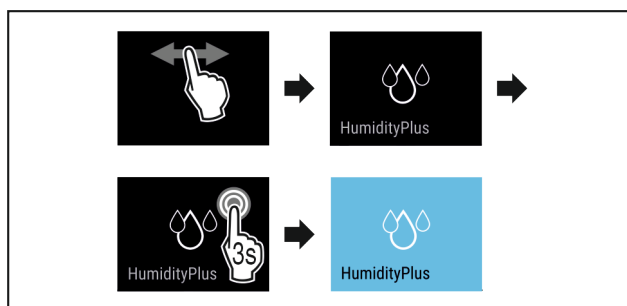

Fig. 7
- ▶ Eseguire i passaggi (vedere Fig. 7).